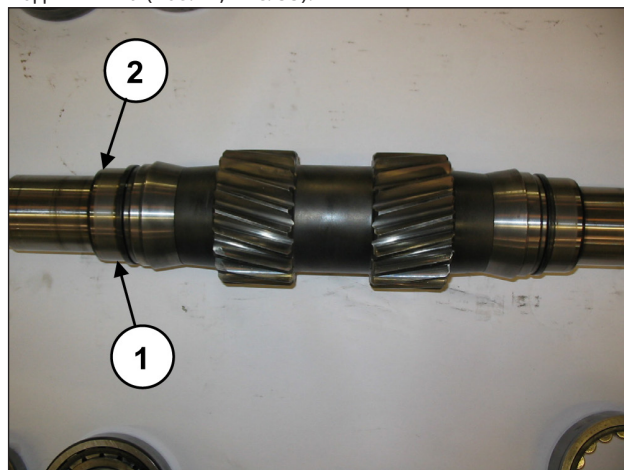

Рис. 33
Снимите внутренние кольца подшипников с вала ВМ (поз. ①, Рис. 33) и два распорных элемента внутреннего подшипника (поз. ②, Рис. 33).